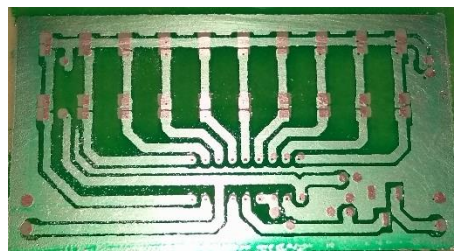

Figura 12. Circuito impreso e la baquela.
- Un circuito impreso en la baquela y listo para colocarle los componentes electrónicos como se muestra en la figura 12.